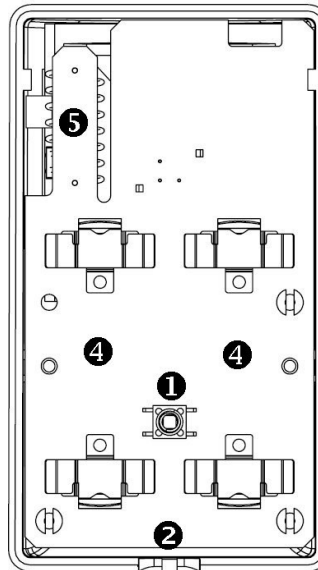

Figure 2: EL4755
3. Um den hinteren Sabotagekontakt zu nutzen, verschrauben Sie die Sollbruchstelle im Wandhalter mit der Wand (siehe Figure 2, position 3). Wenn der Melder von der Wand gerissen wird, bricht die Sollbruchstelle aus dem Wandhalter und löst den Sabotagekontakt aus.